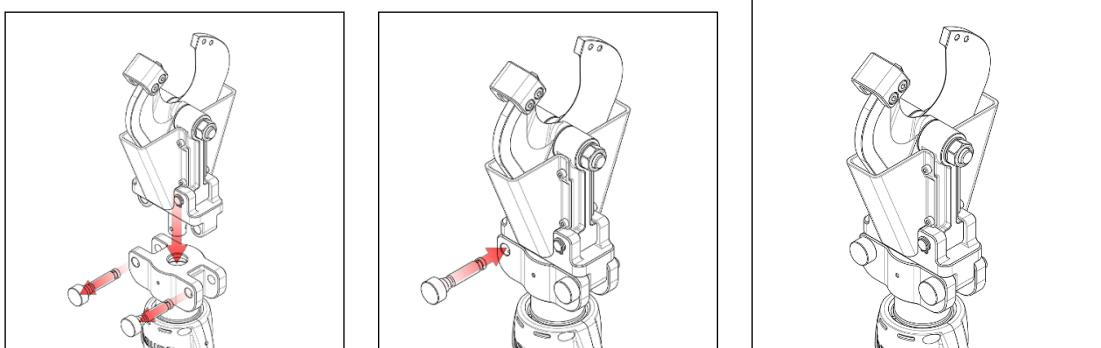

Bild 9: Einsetzen des Schneidkopfes (Art. 216762)
Schneidkopf (Art. 216762) einsetzen, siehe Bild 9 unten:
- Die beiden Stifte am Aufnahmehäder ziehen und den Schneidkopf (Art. 216762) einfügen, siehe Bild 9 unten: